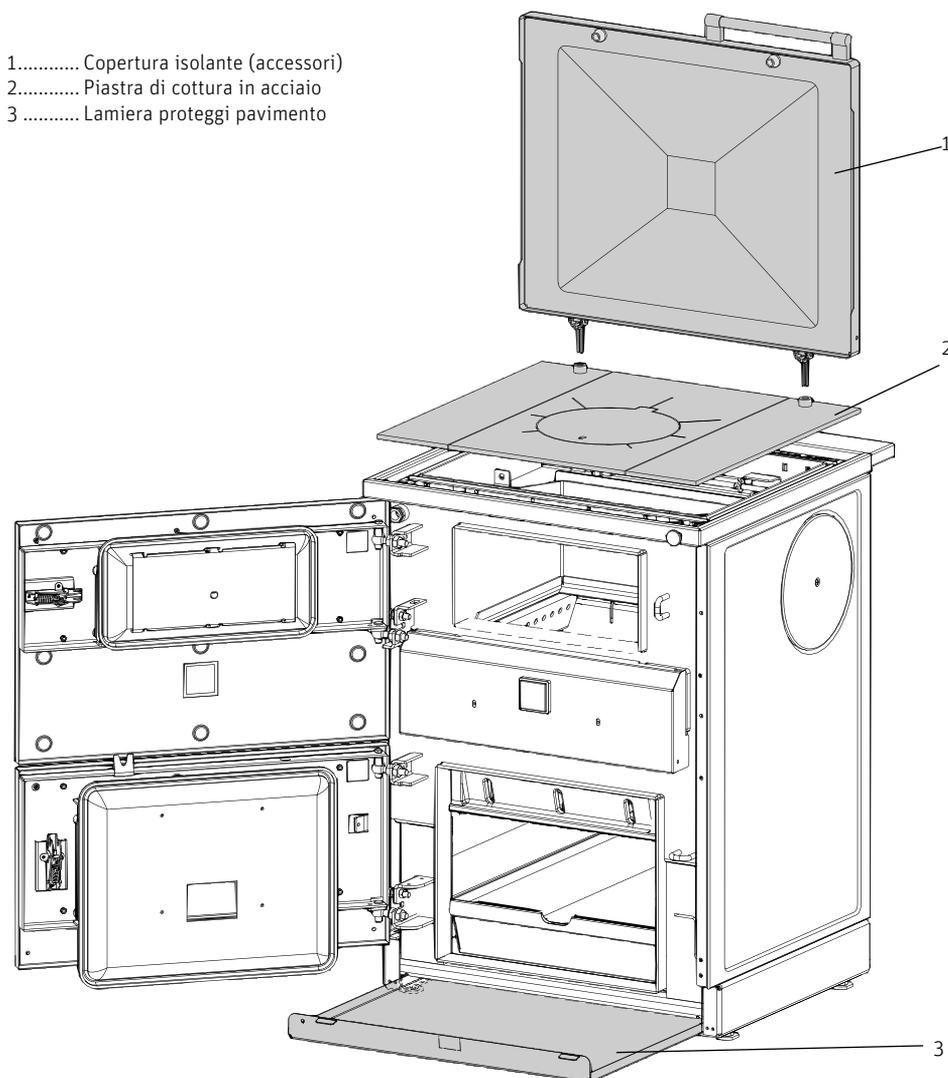

Fig. 38 Montare piastra/piastre di cottura in acciaio, copertura isolante (accessori) e lamiera proteggi pavimento
- a) Togliere la/le piastra/piastre di cottura in acciaio dall'imballo, pulire dall'olio la superficie superiore e porla sulla caldaia – Fig. 38.
- b) Togliere dall'imballo la copertura / le coperture (accessori) e inserire le cerniere nelle boccole previste sulla piastra di cottura – Fig. 38.
- c) Aprire lo sportello della cenere e inserire in basso la lamiera proteggi pavimento – Fig. 38.